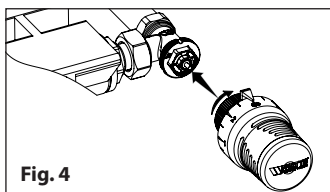

Fig. 4
- 4 - Avvitare la ghiera dell'attuatore all'anello adattatore (Fig.4)